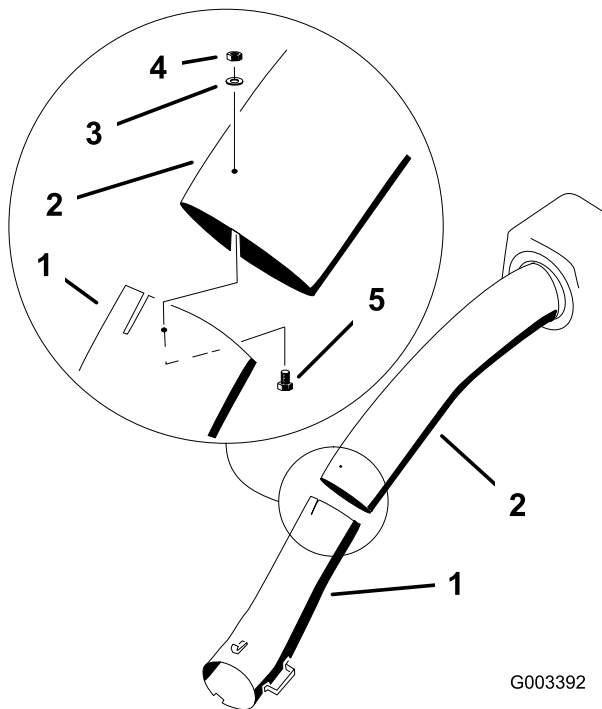

Bild 37
11. Verbinden Sie das obere und untere Rohr mit drei Schrauben (Nr. 10 x 3/4"), Flachscheiben und Sicherungsmuttern, wie in Bild 37 abgebildet.